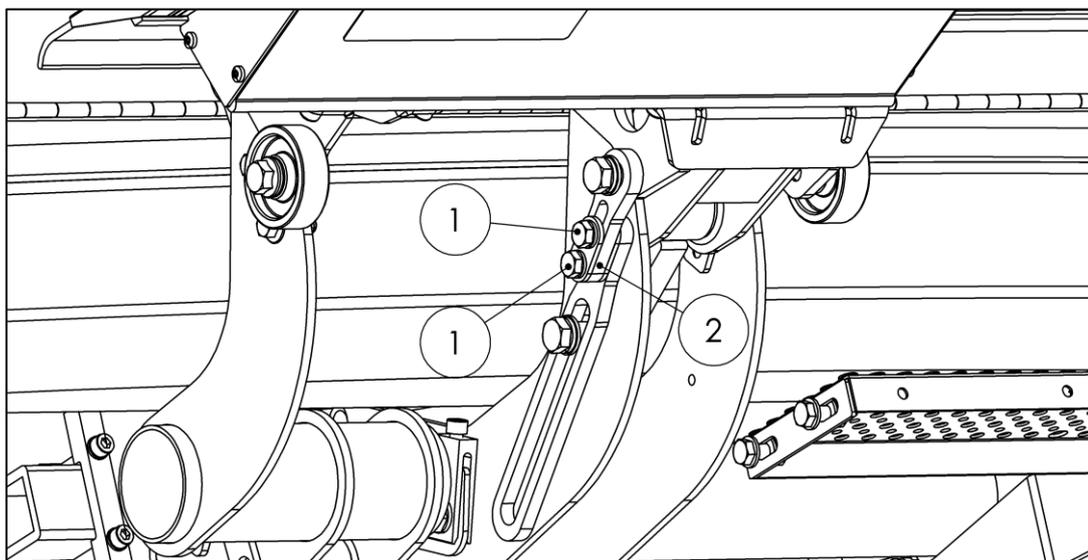

Fig. 76
- Afloje los 2 tornillos (1) de la placa de sujeción (2) (ver Fig. 76).